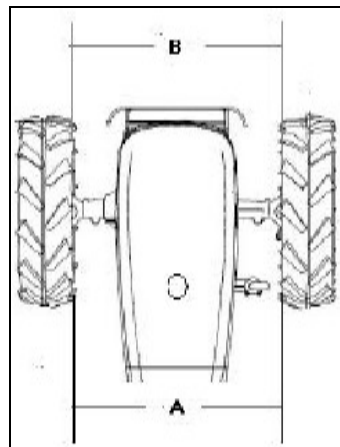

Fig. 125
Posicione el tractor en terreno nivelado con las ruedas rectas hacia adelante. Marque el borde delantero interior de los aros de la rueda a la altura del centro de la maza y mida la distancia (B) entre las marcas (Fig. 125).